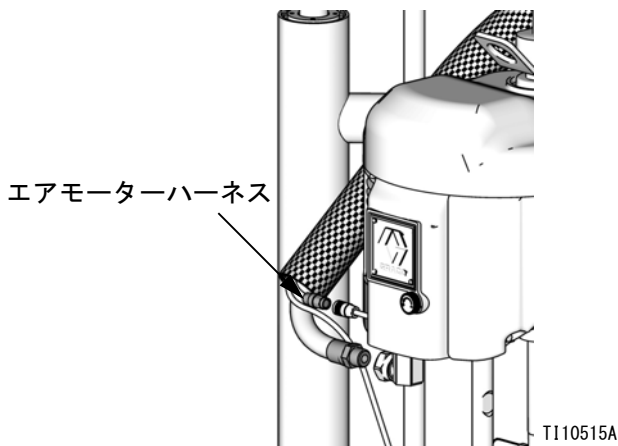
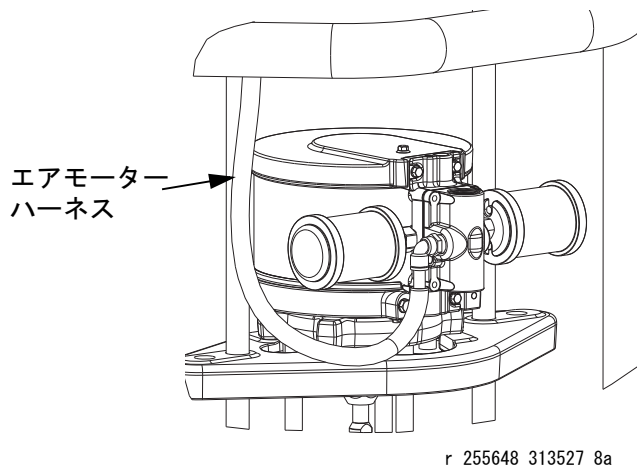
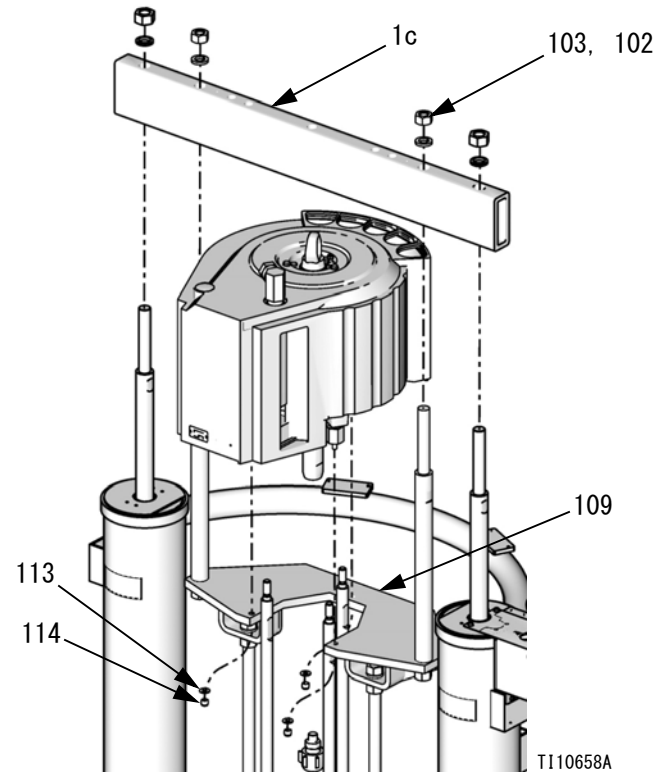

図 22: NXT 2200-6500 エアモーターハーネス
図 23: NXT 200-1800 エアモーターハーネス
図 29 : Xtreme XL エアモーター
3. エアホースをモーターに接続します。遠隔 DataTrak を使用している場合、エアモーターの電氣的接続部を接続します。図 22 と 図 23 (26 ページ) を参照してください。
1. 性能の良いホイストを使用して、取り付け板 (109) 上のエアモーターを下げます。図 29 を参照してください。
2. モーターをナット (114) およびワッシャ (113) で取り付け板 (109) に固定します。
3. クロスバー (1c)、ナット (103)、およびワッシャ (102) を取り付けます。
5. エアホースをモーターに接続します。遠隔 DataTrak を使用している場合、エアモーターの電氣的接続部を接続します。図 22 (26 ページ) を参照してください。